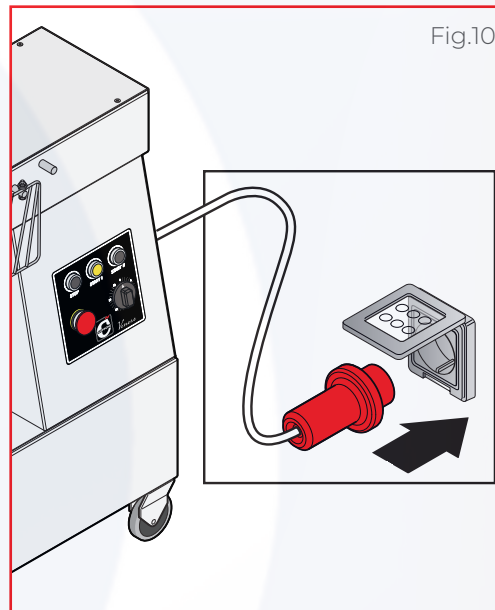

Fig.10
► **Fig.10** Después de la conexión, asegúrese de que el cable: